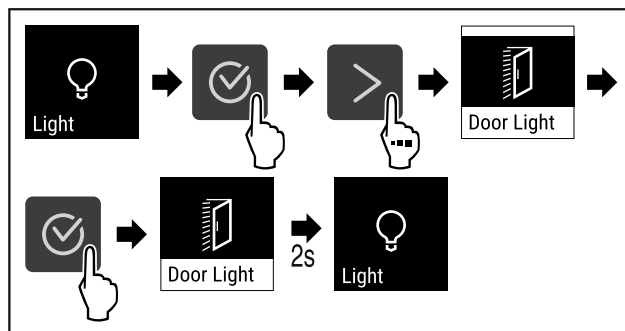

Fig. 69
- ▶ Végezze el a gyakorlati lépéseket (lásd Fig. 69).
- ▶ Hajtsa végre a művelet lépéseit (lásd Fig. 69).